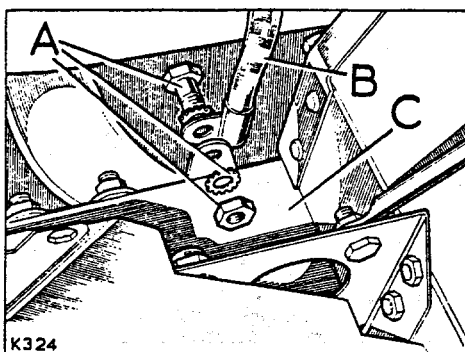

Abb. A1-25. Massekabel des Motors
- (f) Massebindung des Motors. Siehe Abb. A1-25.